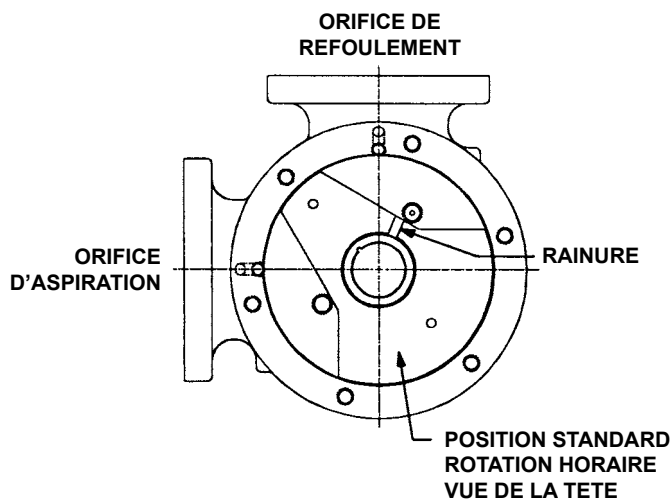

FIGURE 15
2. Si le boîtier a été retiré du support, vérifiez le joint plat et changez si nécessaire. Installez le boîtier sur le support pilote dans la même position qu'au départ. Cette série de pompe ne permet pas de pivoter le boîtier pour alterner la configuration des orifices – pour modifier l'arrangement de l'orifice Voir **“Rotation de la pompe” page 11**. Fixez le boîtier avec les (8) vis.
3. Placez le plateau d'équilibre (s'il est séparé du support) dans l'alésage du boîtier (ceci n'est pas nécessaire pour la série 825). Vérifiez que le plateau est dans la même position qu'au départ. Pour placer le plateau d'équilibre en position standard voir **Figure 15**.